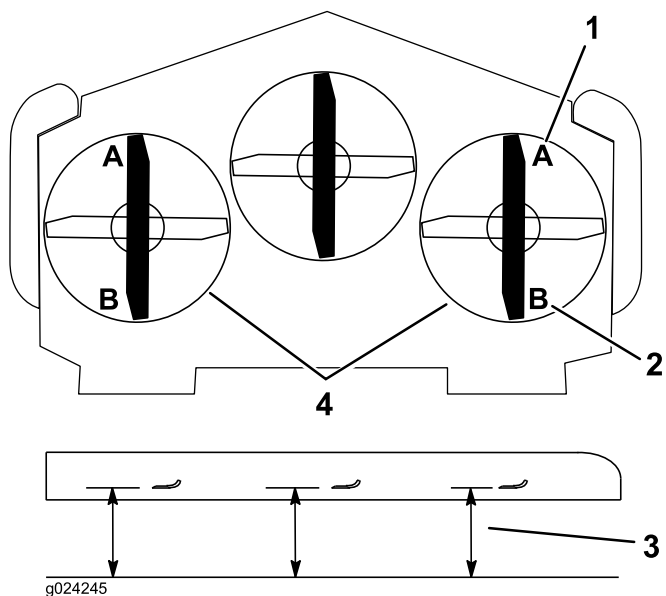

Figura 91
8. En ambos lados de la carcasa, mida desde la superficie nivelada hasta la punta delantera de la cuchilla (Posición A). Asegúrese de que la distancia es de 76 mm (3 pulgadas) (Figura 91).
14. En ambos lados de la carcasa, mida desde la superficie nivelada hasta la punta trasera de la cuchilla (Posición B). Asegúrese de que la distancia es de 8.3 cm (3-1/4 pulgadas) (Figura 91).